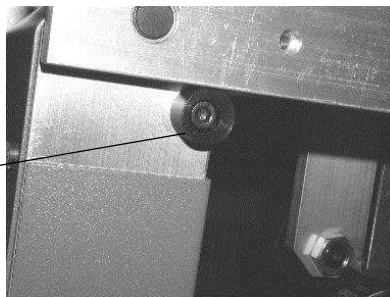

Abbildung 10
**Exzentrerscheibe der oberen Kammer** (Abbildung 10)